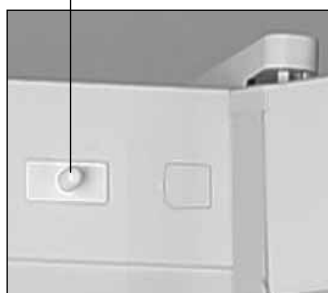

Figura 4
**SE INTERZICE** deconectarea signalizării sonore fixind întrerupătorul indicat în figura 4, deoarece aceasta va provoca dereglarea funcționării congelatorului.